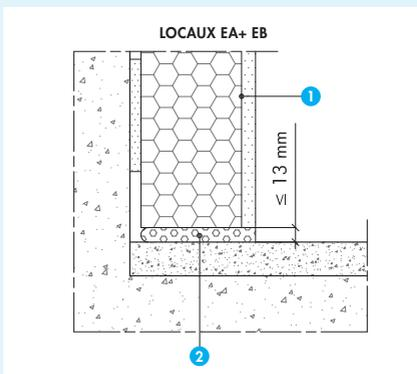

Fig. 2c - Locaux secs : pose sur sol fini
■ Sur sol fini (locaux secs). Combler l'espace entre le doublage et le sol à l'aide d'un matériau isolant (mousse de polyuréthane ou laine minérale avec disposition d'un joint mastic en pied de plaque dans le cas d'une fibre minérale) (fig. 2c).